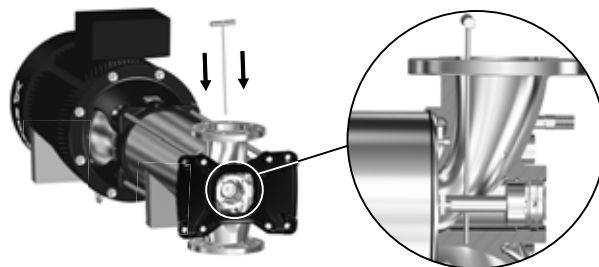

Рис. 16 Удержание вала насоса (51) при помощи приспособления D.
4. Ослабьте и снимите гайку (Примечание. Левая резьба) (120f) и шайбу (120e). Используйте приспособление D, чтобы удерживать вал насоса (51) во время затяжки. См. рис. 16
3. Затяните гайку (120f). Используйте приспособление D, чтобы удерживать вал насоса (51) во время затяжки. См. рис. 16. Примечание. Левая резьба. См. раздел 7.1 Моменты затяжки.